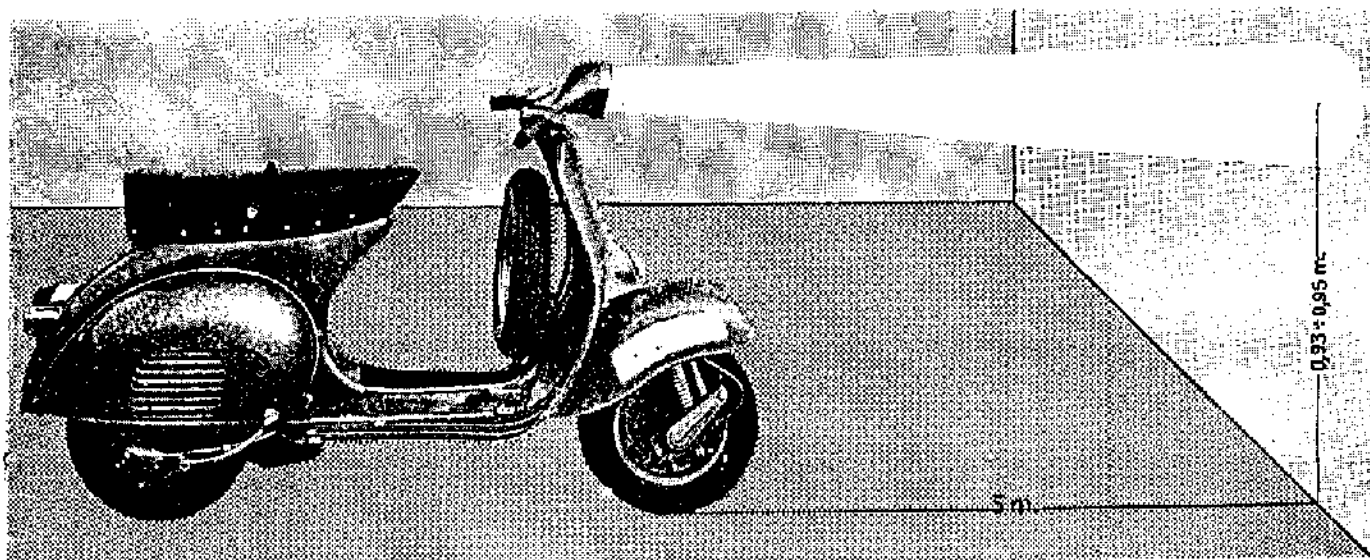

Fig. 20.—Regulación faro (Vespa 150 "S") (\*).
- Disponer la Vespa en llano enfrente de una pared, en la que se halle marcado un punto "O", según las cotas indicadas en la fig. 20.